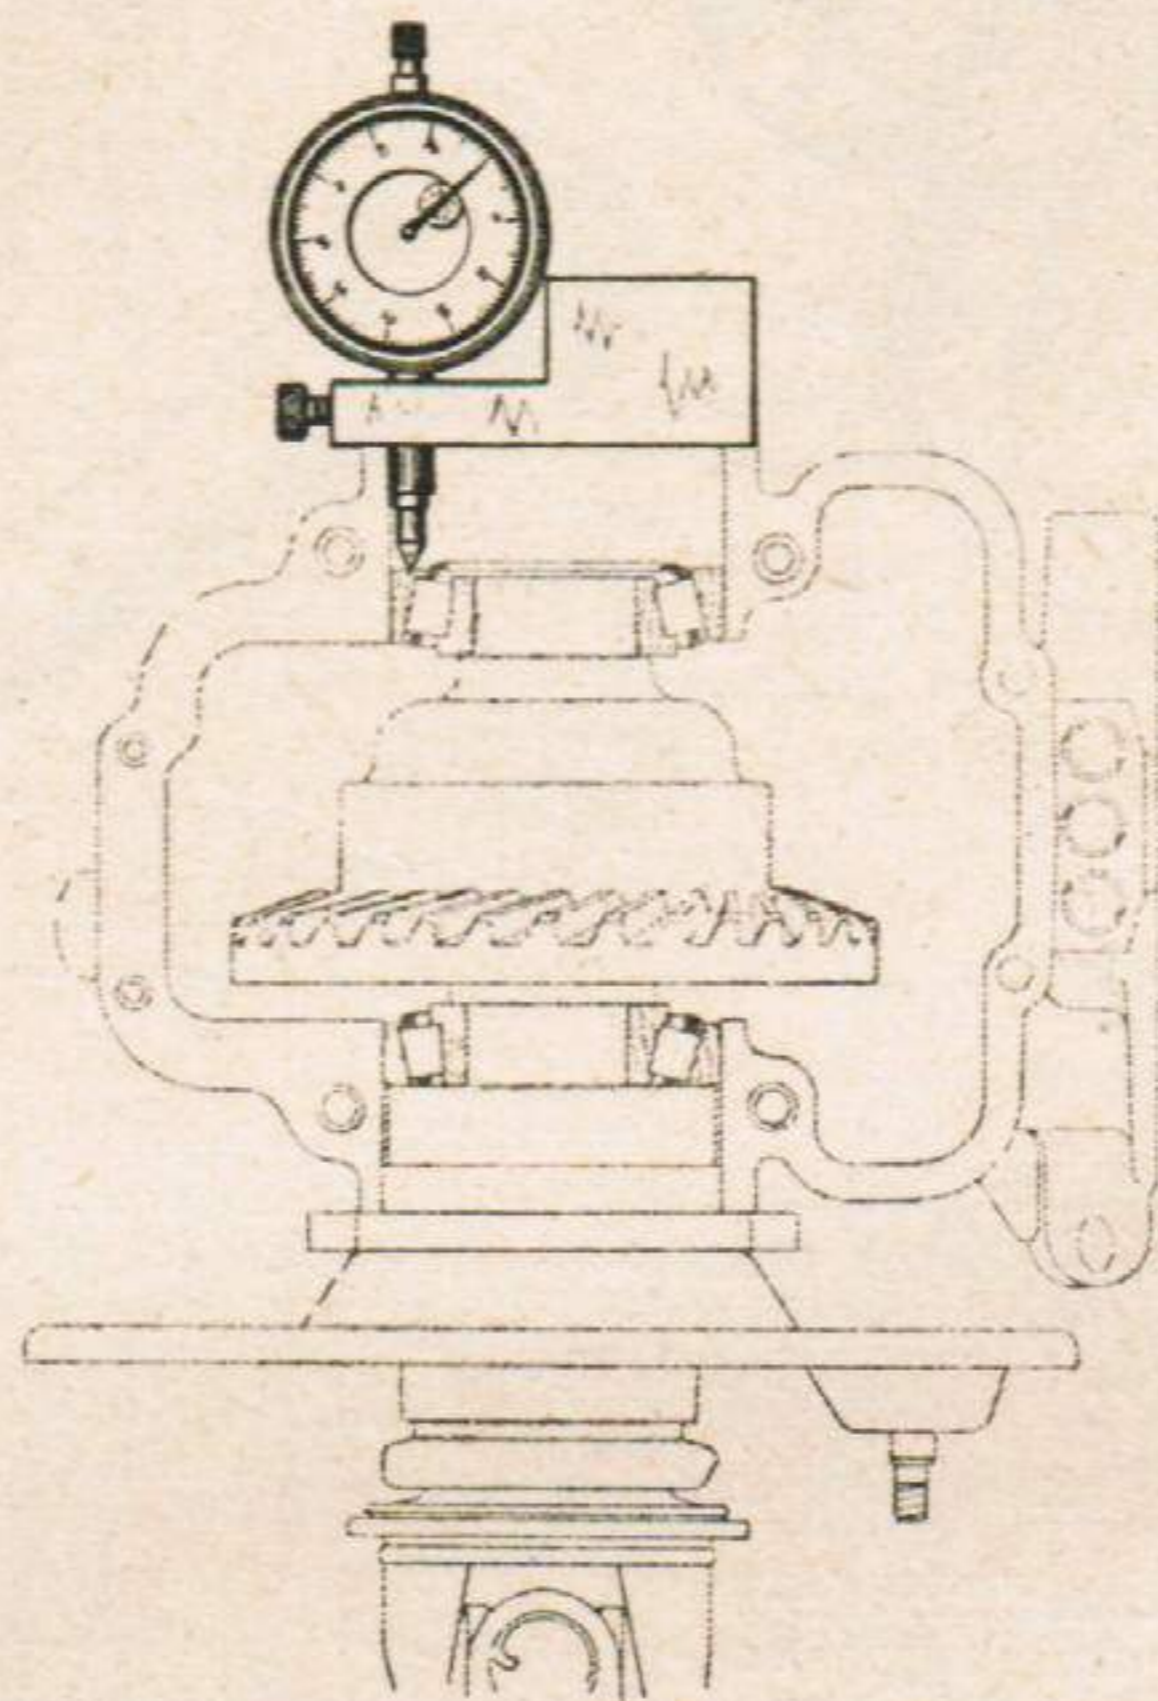

Fig. 26. — Mesure de la profondeur du carter.
d) Sans toucher au comparateur, porter la règle 1754-VA sur la face d'appui sur le carter du plateau de frein, la pointe du comparateur reposant sur la couronne extérieure du roulement (figure 26) (s'assurer que la pointe du comparateur ne porte pas sur les inscriptions gravées sur le roulement, ce qui fausserait la lecture).